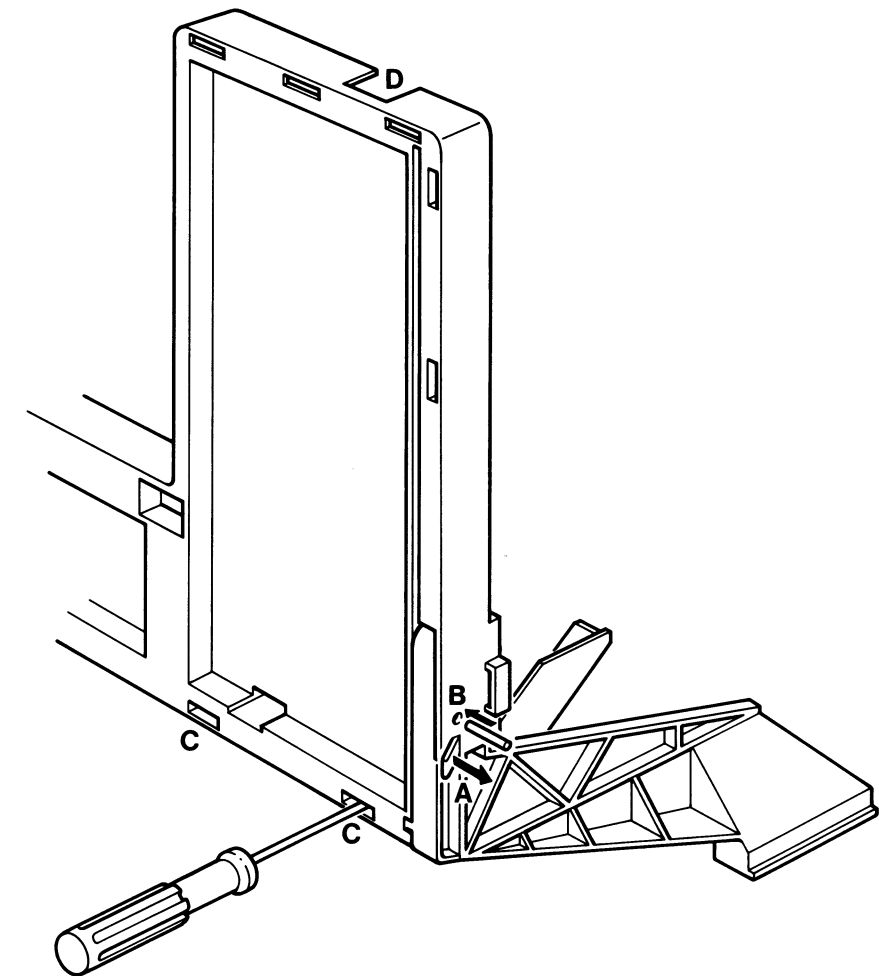

Fig. II-9
1. Wenn die Rasthebel A auf beiden Seiten des Chassis ein wenig auswärts gedrückt werden (siehe Bild II-9), lässt sich das Chassis aufklappen.
6. Der Abstützbügel des Zeilenausgangstransformators lässt sich beseitigen, nachdem dessen Befestigungs-zungen über die Löcher C (siehe Bild II-9) entriegelt worden sind. Dazu ist ein Schraubenzieher in die Löcher C einzustecken und anschliessend ist die Verriegelung der Befestigungszungen nach unten zu drücken.
7. Wird die Rückwand befestigt, müssen zuerst die Haken in der Rückwand in die Öffnungen D gesteckt werden (siehe Bild II-9).